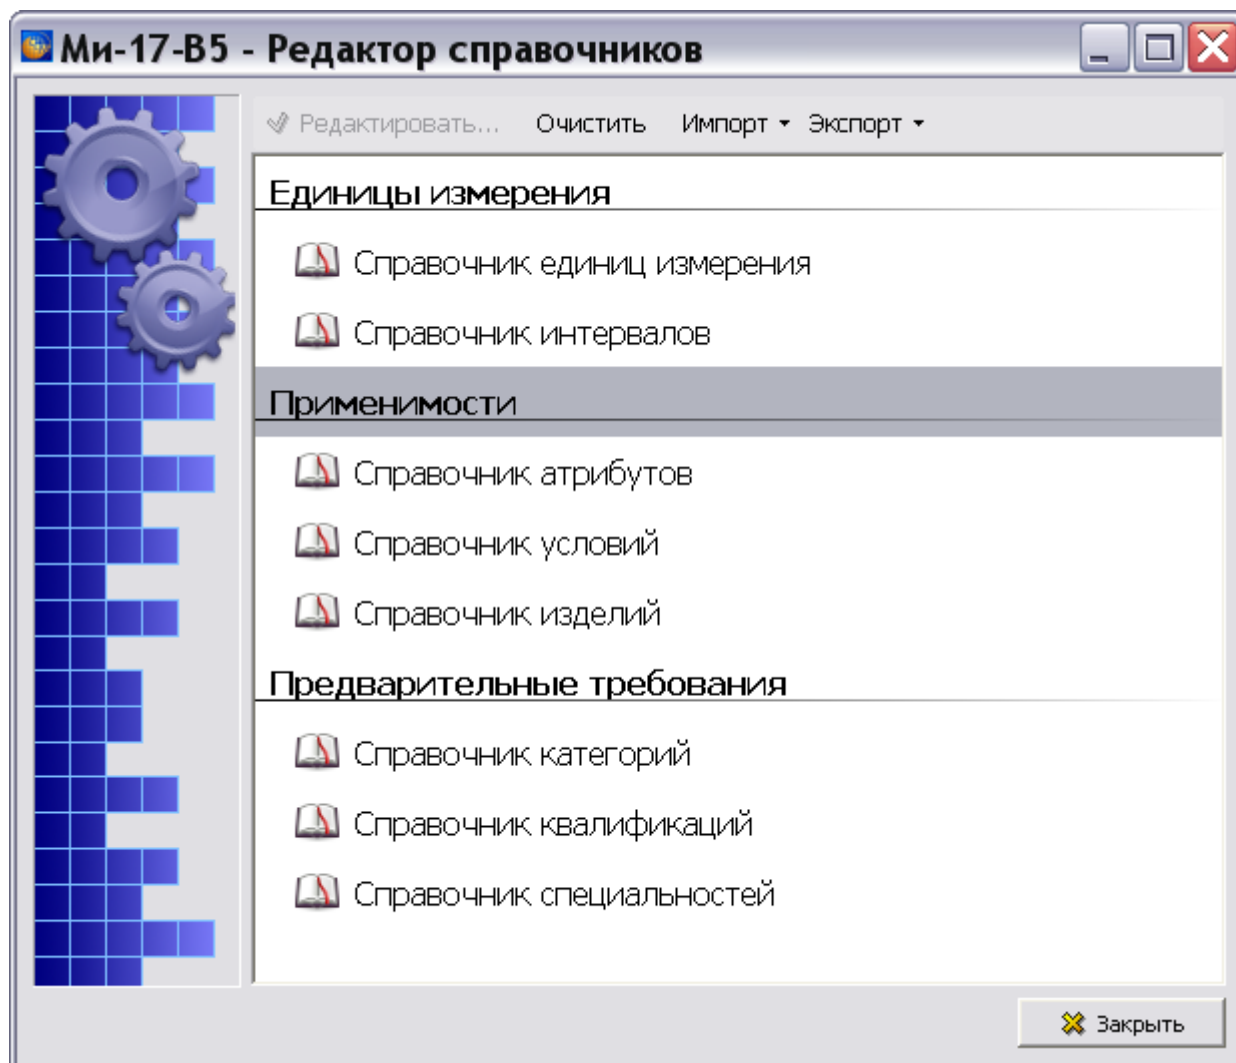

Рис. 84
4. Нажмите на кнопку **Редактор справочников**  в правой части окна. После этого откроется окно **Редактор справочников** (Рис. 84).